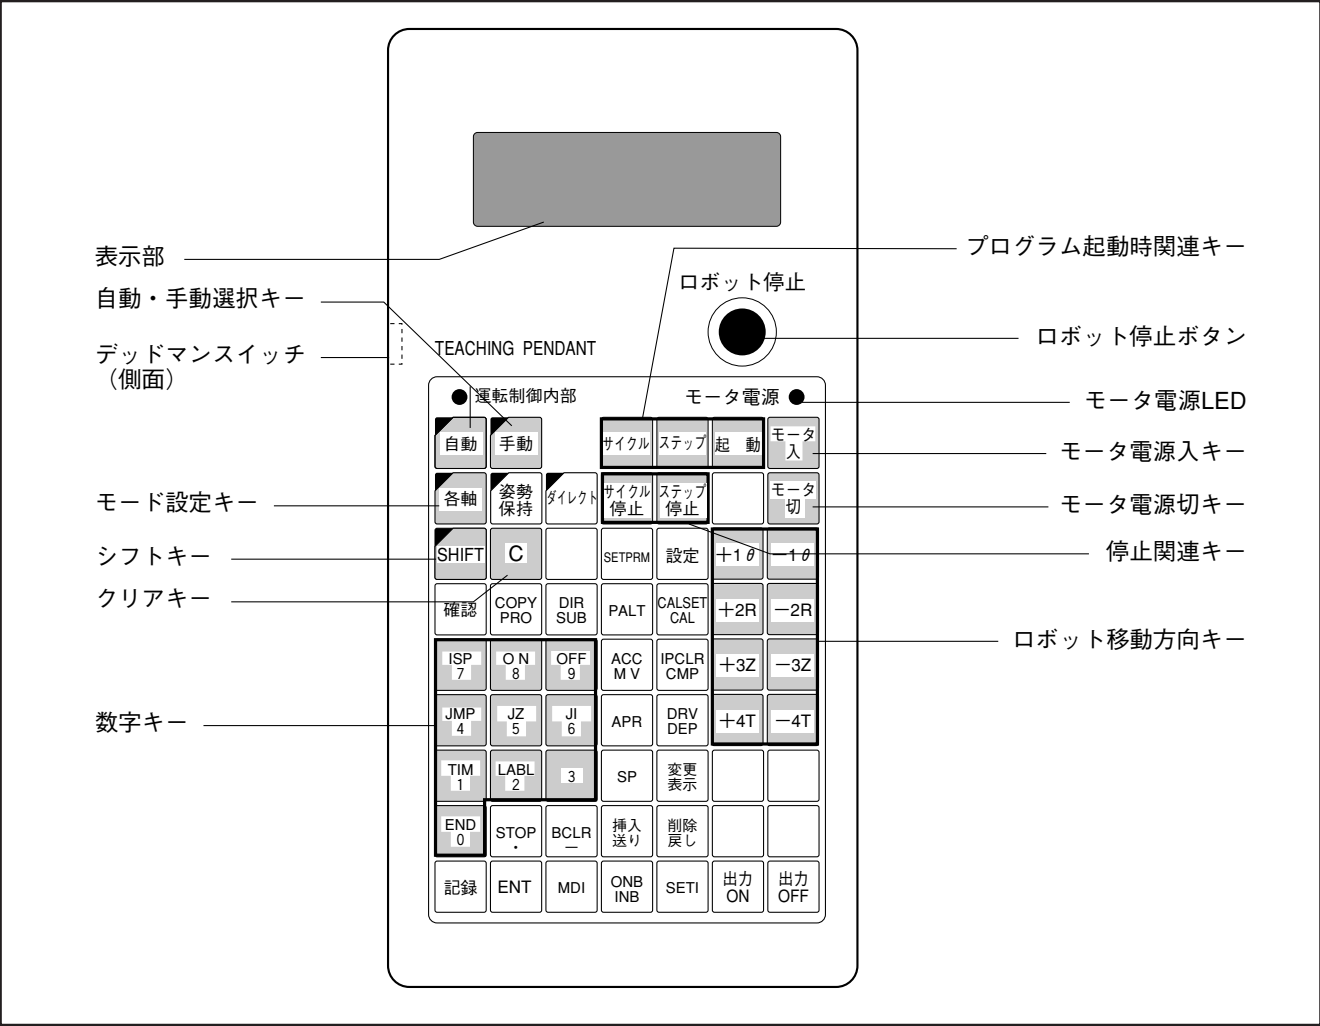

図1-4 ティーチングペンダント各部の名称
1.4 ティーチングペンダント ティーチングペンダント各部の名称を図1-4に示します。